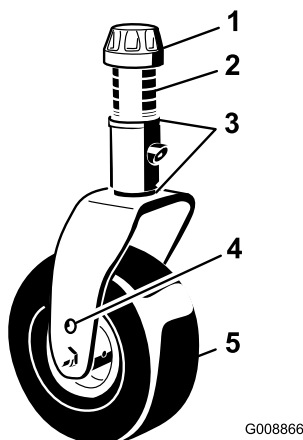

Bild 28
3. Entfernen Sie die Spannkappe von der Laufgradspindelwelle (Bild 28) und schieben Sie die Laufgradwelle aus dem Laufgradarm heraus. Legen